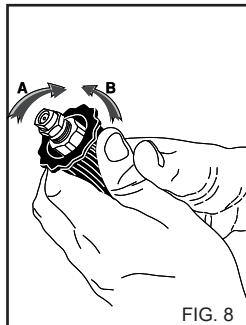

FIG. 8
För versionen med insugning av rengöringsmedel, aktivera reglaget för insugning av rengöringsmedlet på sprutorret (fig. 8).
4) Efter användningen med rengöringsmedel, skölj sugkretsen, sätt i rengöringsmedlets sugslang (fig. 8) i en ren vattendunk och sätt igång pumpen under 1 minut och sprutorret under vattenflödet.
ANVÄNDNING AV DET REGLERBARA HUVUDET. (Fig. 8)